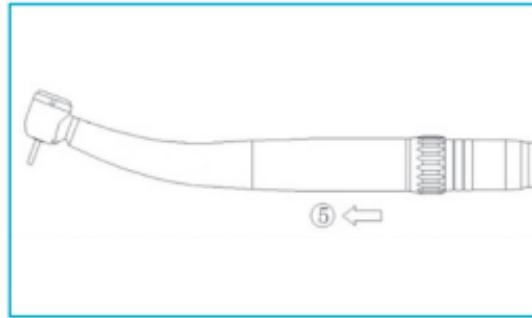

Fig. 6-6
Tenez fermement le coupleur à LED et tirez sur le dispositif médical en le tournant légèrement. (Fig. 6-6⑤).